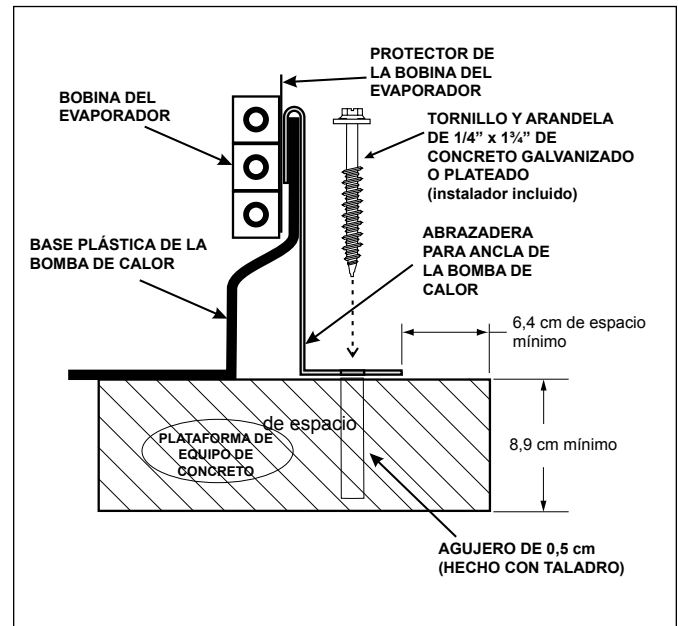

Figura 3. Instalación de Ancla
4. Encaje el gancho de cada prensa de sujeción sobre el borde de la base del panel de la bomba de calor. El gancho debe encajar entre el borde del panel de la base y la protección de la bobina del evaporador (véase Figura 3).
8. Coloque las prensas de sujeción del ancla de modo que los agujeros en las prensas de sujeción queden sobre el perno de las anclas. Asegúrese de que la prensa de sujeción se enganche sobre el borde de la base de la bomba de calor (véase Figura 3).